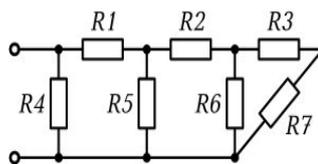

Рис. 1.2.6
**Дано:** схема (рис.1.2.6);  $R_1= 4 \text{ Ом}$ ;  $R_2= 2 \text{ Ом}$ ;  $R_3= 1 \text{ Ом}$ ;  $R_4= 6 \text{ Ом}$ ,  $R_5= 100\text{Ом}$ ;  $R_6= 1 \text{ Ом}$ ;  $R_7= 2 \text{ Ом}$ .